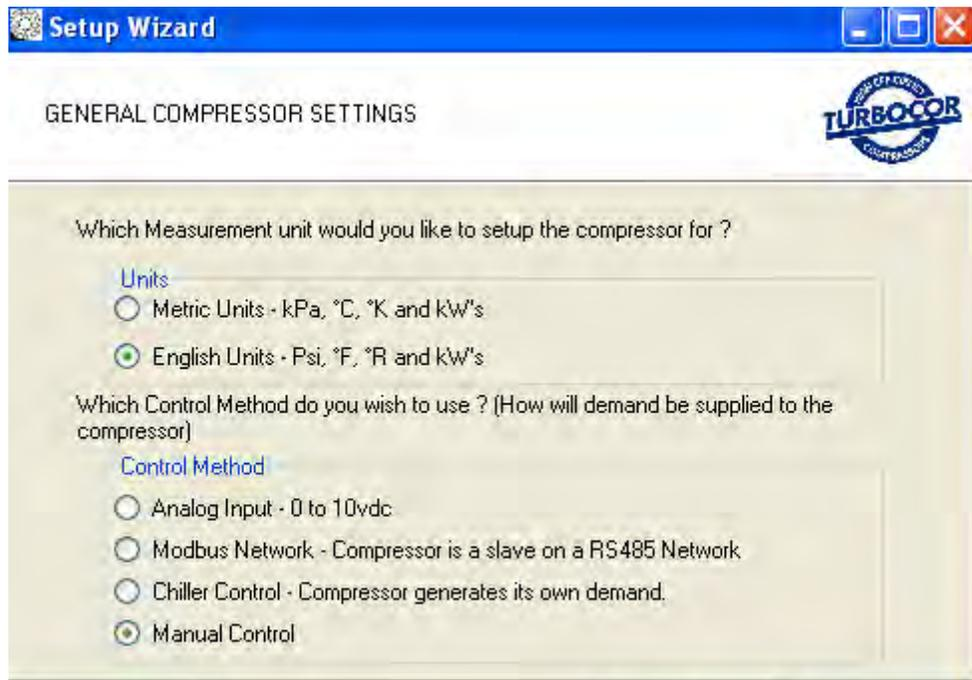

Figure 40 General Compressor Settings (Réglages généraux du compresseur)
3. Sélectionnez les **unités de mesure appropriées** (métriques ou impériales). Voir la Figure 40.